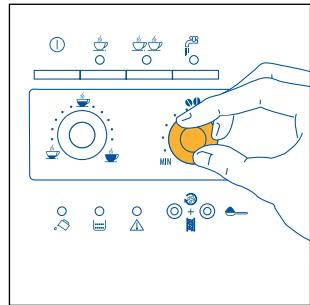
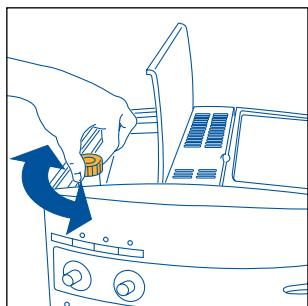

Рис. 7
Рис. 17
- 2) Поверните правую ручку, рис. 7, для установки необходимого количества молотого кофе. Чем больше вы поворачиваете ручку по часовой стрелке, тем большее количество зерен кофе будет помолото и тем крепче будет приготовленный кофе. При первом использовании необходимо путем проб приготовить несколько чашек кофе, чтобы определить правильное положение ручки. **Будьте внимательны и не поворачивайте ручку по часовой стрелке слишком сильно, так есть вероятность получить слишком медленное вытекание готового кофе (каплями), особенно, если вы готовите две чашки кофе.**
Примечание 1: Если кофе выходит каплями или не выпивается весь, необходимо повернуть ручку регулировки помола, рис. 17 на один щелчок по часовой стрелке, см. пар.6. Поворачивайте ручку постепенно на один щелчок до получения удовлетворительной подачи кофе.
ПРИМЕЧАНИЕ 2: если кофе выпивается слишком быстро и пенка на кофе неудовлетворительная, поверните немного по часовой стрелке правую ручку. рис. 7. Путем проб приготовьте несколько чашек кофе, чтобы определить правильное положение ручки. Будьте внимательны и не поворачивайте ручку по часовой стрелке слишком сильно, так есть вероятность получить слишком медленное вытекание готового кофе (каплями), особенно, если вы готовите две чашки кофе. Если после нескольких чашек кофе не удается добиться удовлетворительной пенки, поверните так же ручку регулировки помола, рис. 17, против часовой стрелки на один щелчок (см. пар. 6).
ПРИМЕЧАНИЕ 8: со временем при износе кофемолки кофе будет вытекать слишком быстро и не будет иметь пенки, так как помол станет крупнее. Для решения этой проблемы необходимо отрегулировать степень помола кофеварки, повернув ручку регулировки степени помола, рис. 17, против часовой стрелки на один щелчок (как описано в гл. 6).
Кофемолка не должна подвергаться регулировке (по крайней мере вначале), так как уже отрегулирована на заводе для обеспечения правильной подачи кофе. Тем не менее, если после первых чашек кофе выливание кофе будет слишком быстрым или медленным (каплями), необходимо произвести коррекцию при помощи ручки степени помола кофе, рис. 17. После поворота ручки по часовой стрелке на один щелчок (равный одной цифре), кофе выливается из кофеварки быстрее (не капая).